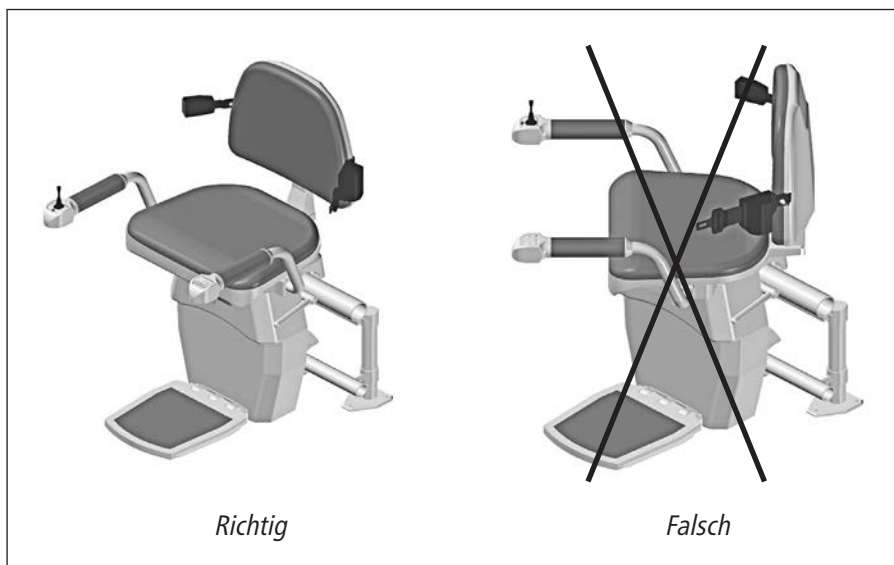

Abb. 6
- Zur Rückkehr des Sitzes in die normale Laufstellung (siehe Abb. 6) halten Sie den entsprechenden Schalter gedrückt.
- Stellen Sie sicher, dass sich sowohl die Sitzfläche als auch die Armlehnen in Fahrposition befinden (siehe Abb. 6).